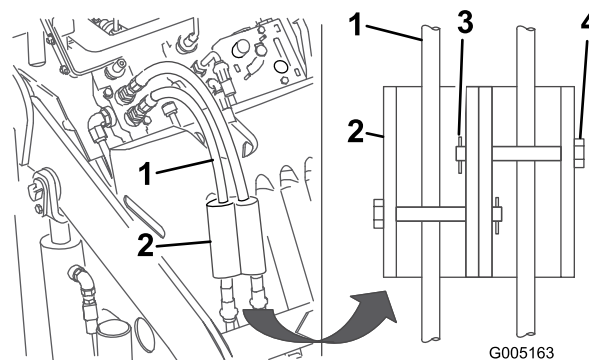

Figure 20
- Montez les dispositifs de verrouillage sur les flexibles hydrauliques, et fixez-les en position à l'aide des axes de chape et des goupilles fendues (Figure 20).